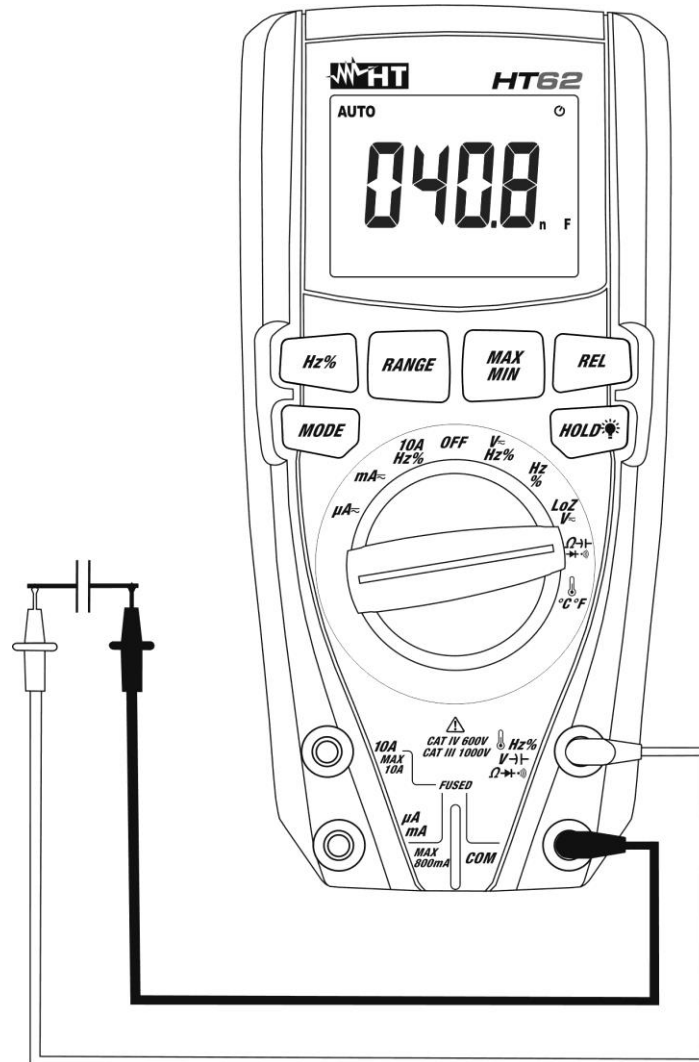

Fig. 8: Uso do instrumento para a Medição de Capacidades
5. Colocar as ponteiros nas extremidades do condensador em exame respeitando eventualmente as polaridades positivas (cabo vermelho) e negativas (cabo preto) (ver Fig. 8). O valor da capacidade é apresentado no display.